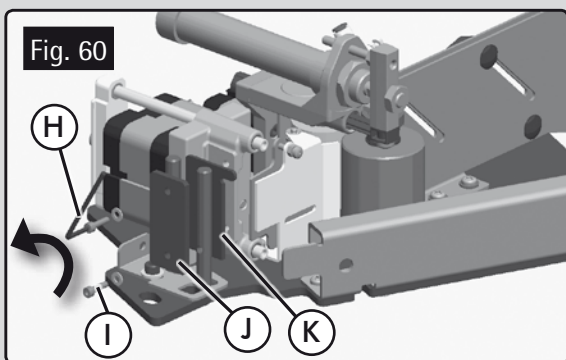

Fig. 60
- Enlever les vis et les rondelles (I Fig. 60), la bride (J Fig. 60) et le contre-couteau (K Fig. 60), à l'aide de la clé de service (H Fig. 60) et remplacer le contre-couteau (K Fig. 60).